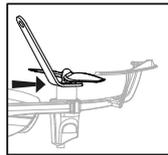
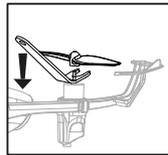

Bild 1
Bild 2
\* Der Quadrocopter sollte sich vor dem Piloten befinden (Bild 1). Eine falsche Position lässt den Quadrocopter in eine andere Richtung fliegen. (Bild 2).
1. Setzen Sie das Werkzeug wie in Bild 1 gezeigt und hebeln den Propeller nach oben.